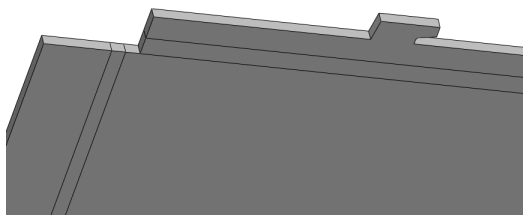

图 13-71 创建基体法兰特征效果
(2) 退出草图绘制环境，单击菜单栏中的【插入】|【钣金】|【基体法兰】命令，弹出【基体法兰】属性管理器，选取新绘制草图，设置【方向 1 厚度】为 3，单击【确定】按钮，创建基体法兰特征，如图 13-71 所示。